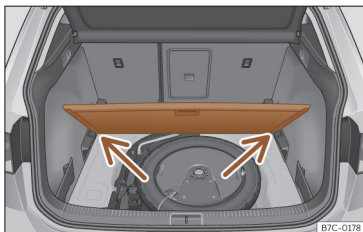

Fig. 162 Plancher modulable du coffre à bagages : position inclinée.
- Appuyez le plancher contre les logements prévus à cet effet >>> **fig. 162** (flèches).